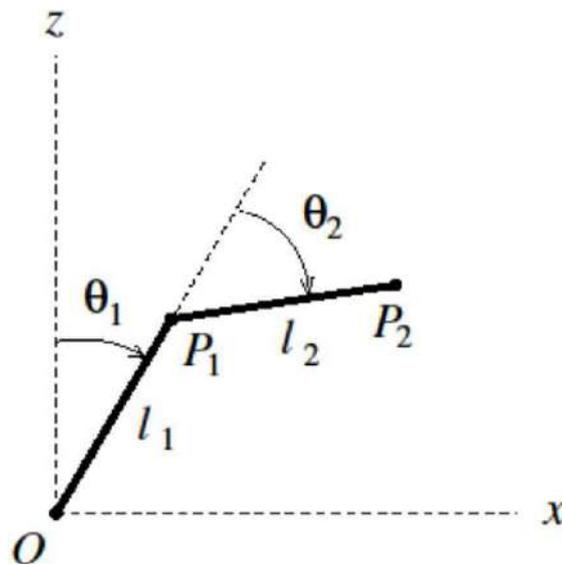

Fig. 1 Geometry of a two-link robot arm
1. **ロボットアーム機構** 開リンク連鎖機構の(open kinematic chain)のロボットアームは直列に連結された回転運動を行う関節(joint)である回転対偶(rotational joint)と伸縮運動を行う直動対偶(prismatic joint)を持つ. この機構の一端は基台(base)に固定され, 他端は作業器(end effector)として作業を行う. 平面内を運動する 2 リンクロボットアームの一例を **Fig. 1** に示す. このロボットアームは, 長さ l_1 のリンク 1 と長さ l_2 のリンク 2 を持ち, 原点 O とする zx 平面内を運動する. z 軸は鉛直上向き, x 軸は向かって右方向が正である. リンク 1 の一端を基台とし点 O の位置に固定する. リンク 1 は点 O を通り zx 平面に垂直な軸回りに回転する. リンク 1 の回転角を θ_1 とし, z 軸から時計回りを正として計測されている. リンク 1 の他端を点 P_1 とし, リンク 2 の一端を取り付ける. リンク 2 の他端を点 P_2 とする. リンク 2 は点 P_1 を通り zx 平面に垂直な軸回りに回転することできる. 時計回りを正とする回転角 θ_2 は点 O と P_1 を通る線からリンク 2 までの角度として計測される.